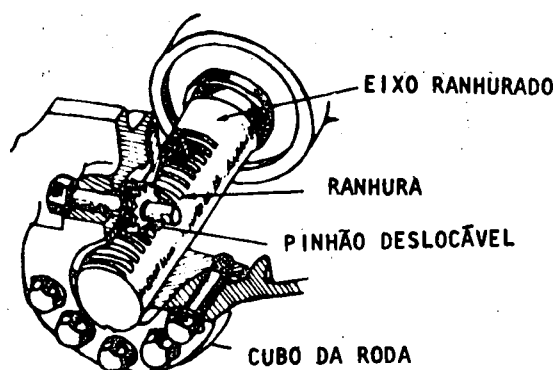

Fig. 3
- por meio de pinhão e corrediça (fig. 3).